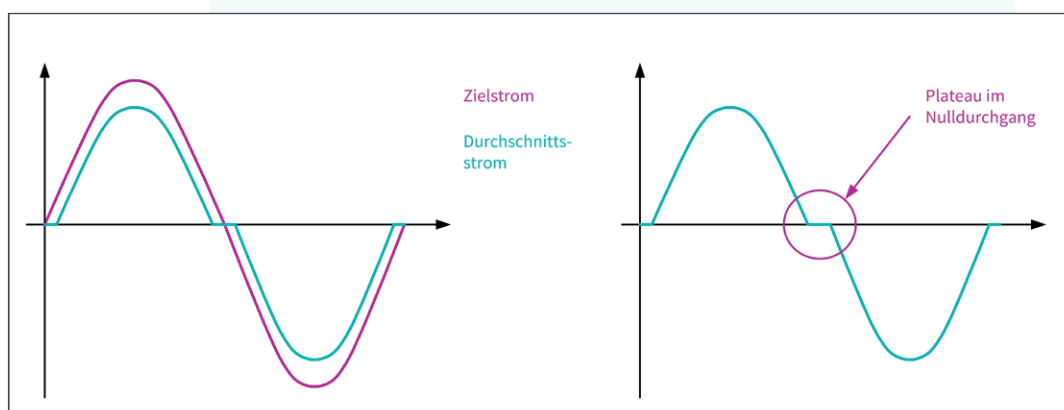

Bild 13: Unsauberer Nulldurchgang beim Mixed-Decay-Chopper mit konstanter Ausschaltzeit
Die Einschaltphase (ON) dauert so lange, bis der gewünschte Zielstrom erreicht ist. Danach erfolgt eine Fast Decay-Phase, gefolgt von einer Slow Decay Phase. Wie aus dem Bild 13 zu ersehen ist, ergibt sich ein Durchschnittsstrom, der stets geringer als der Zielstrom ist. Der Stromripple ist nicht symmetrisch.